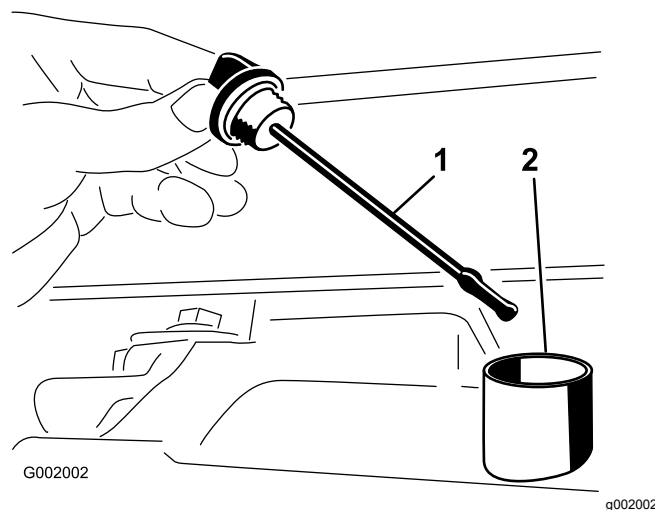

Figura 51
2. Retire a vareta da transmissão e limpe-a com um pano limpo (Figura 51).